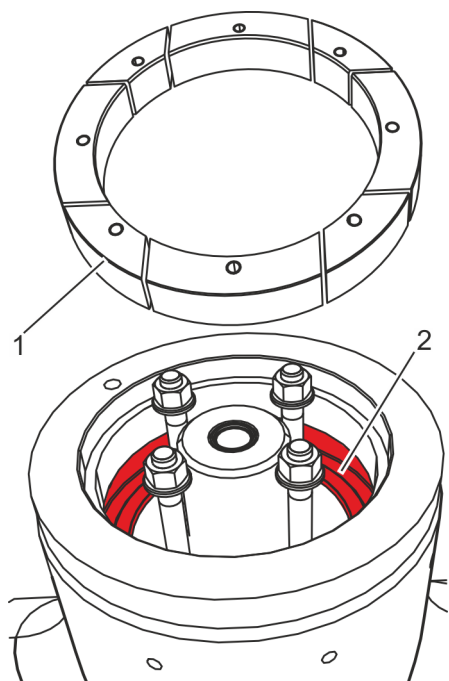

Fig. 21: Colocar los segmentos
- 14.▶ Introduzca los segmentos (Fig. 21/1) del anillo segmentado en la ranura del cuerpo de la válvula (Fig. 21/2).